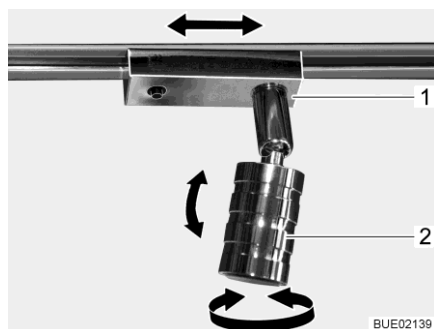

Fig. 62 Faretto
**Orientamento:** ■ Afferrare l'involucro (Fig. 62,2) e girarlo.
**Posizionamento:** ■ Afferrare lo zoccolo (Fig. 62,1) e ruotarlo di ca. 45°.
**Smontaggio:** ■ Afferrare lo zoccolo (Fig. 62,1) e ruotarlo di 90°.